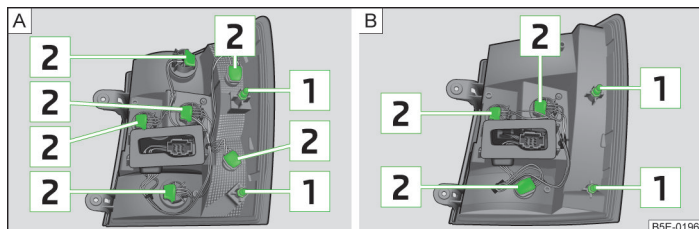

Fig. 225 Partie extérieure de l'ampoule : ampoule principale / ampoule à DEL
- Poussez avec précaution le bloc optique arrière dans la carrosserie de sorte que les boulons  » fig. 225 à la page 251 sur l'ampoule prennent dans les logements de la carrosserie » .
- Faites tourner la douille de l'ampoule **2** » fig. 225 jusqu'en butée en sens **anti-horaire** et retirez-la du boîtier de la lampe.